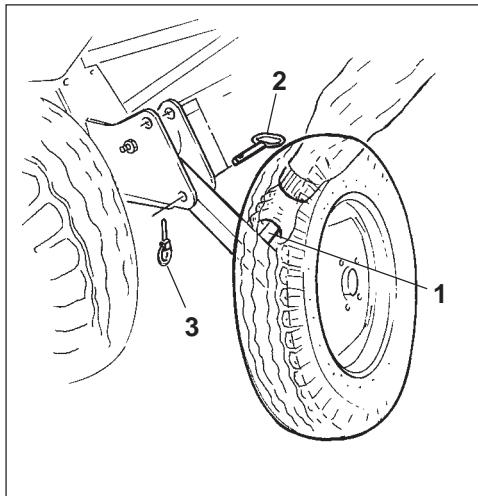

Рис. 19.13
- Транспортное колесо, "правое" крепко возьмите за ручку (Рис. 19.13/1).
- Снимите палец (Рис. 19.13/2), закрепленный откидным шплинтом и опустите транспортное колесо вниз.
- Закрепите "правое" транспортное колесо пальцем (Рис. 19.13/2) и зафиксируйте откидным шплинтом (Рис. 19.13/3).